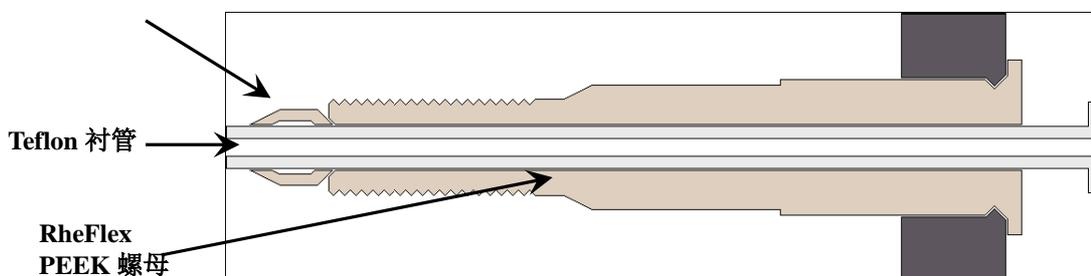

图 4-3. 针头端口接头，P/N 00110-22030
- a. 将白色衬管、RheFlex®压盖箍和RheFlex螺母的插入六通阀5号端口（见图4-3）。